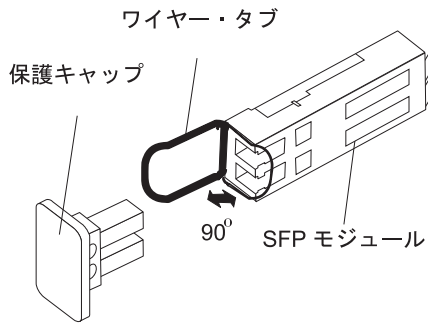

図 28. SFP モジュール・ラッチのアンロック - ワイヤー・タブの場合
- ワイヤー・タブが入っている SFP モジュールの場合は、54 ページの図 28 に示すように、ワイヤー・ラッチを外側に 90° 引いて SFP モジュールのラッチをアンロックします。